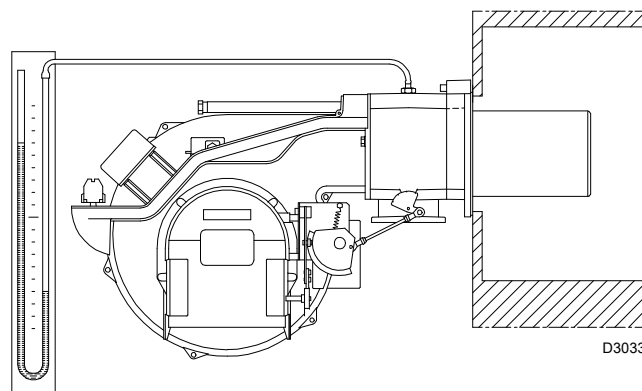

图 28
- 在燃烧筒的燃气压力测试点上安装一个U型压力表（图 28）。
参考数值一般可在第 21 页中查到，在 U 型压力表上读出燃气压力，见 图 28 页 25)，并按第 21 页上所示进行操作。